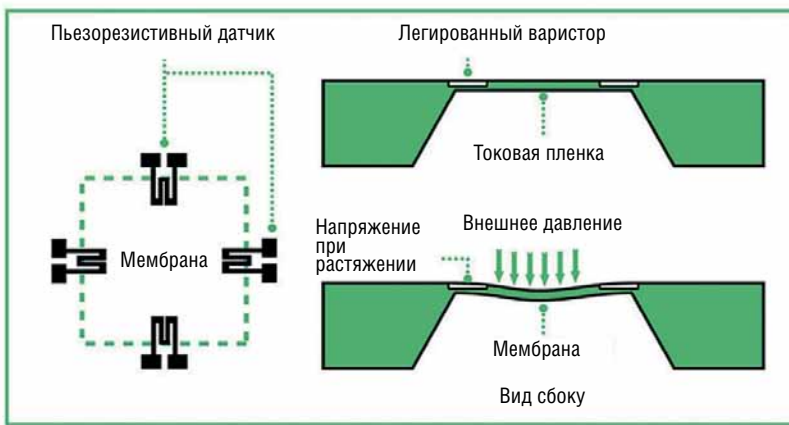

Рис. 1. Устройство пьезорезистивного датчика
► *Пьезорезистивные датчики* (рис. 1).